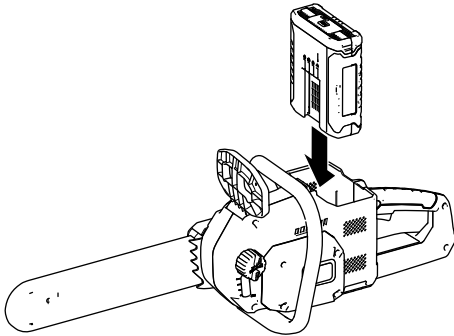

**Figura 7**
1. Compruebe que los orificios de ventilación de la motosierra (Figura 6 y Figura 7) están libres de polvo y residuos.